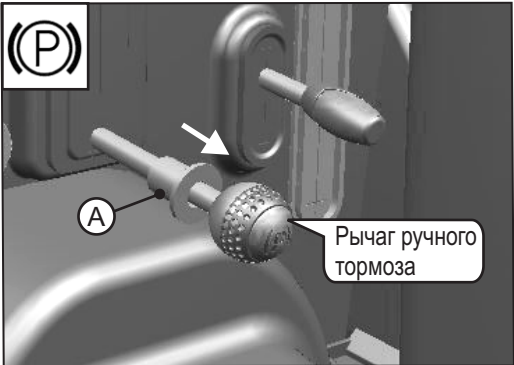

Рис. 4.17
- Потяните рычаг ручного тормоза вверх, чтобы включить ручной тормоз (Рис.4.17).
- Нажмите на штуцер (А, рис. 4.17) по направлению вперёд, надавите на рычаг ручного тормоза по направлению вниз и отпустите штуцер «А».